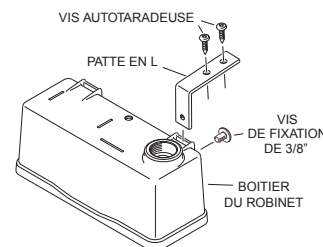

Figure 6
- Insérez les deux pattes en L dans le boîtier du robinet en suivant l'illustration (voir figure 6).
- Fixez chaque patte en L au bord du réservoir avec deux vis autotaradeuses (2).